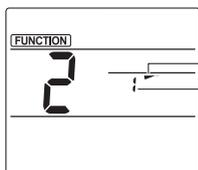

Fig. 5-2
1. На экране настройки Function (Функция) нажмите кнопку **1** (4) и выберите функцию № "2".
2. Нажмите кнопку **SET** (3).
- Будет мигать номер заслонки (B). (Fig. 5-2)
3. Нажмите кнопку **2** (4), чтобы выбрать номер заслонки.
4. Нажмите кнопку **SET** (3).
- Параметр направления воздушного потока (C) будет мигать. (Fig. 5-2)
5. Нажмите кнопку **2** (4), чтобы выбрать направление воздушного потока, в котором вы хотите зафиксировать положение заслонки.